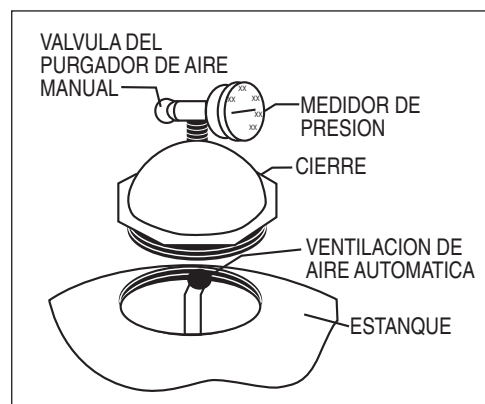

Figura 1.
10. Pivotee el difusor fuera del centro del estanque en los TR40, 50, 60, TR60 ClearPro, 100 y 140 rotando el conjunto del difusor en el sentido contrario en que giran las manillas del reloj. (**AVISO:** El conjunto del multidifusor no se debe mover en los modelos TR100HD, TR100C, TR100C-3 y TR140C, TR140C-3. Después de instalar el material del filtro tal como se ha descrito a continuación revise para verificar que las partes superiores de los difusores estén paralelas con la parte superior de la capa de arena.) Llene el estanque con agua hasta alrededor de la mitad. Vacíe gravilla primero (si se va a usar) y luego arena en la parte superior del filtro lentamente de modo que el impacto del material del filtro no dañe los laterales. Vea la información en la Tabla 2 en este manual para verificar la cantidad de arena y grava adecuada. Llene el filtro al nivel adecuado para mantener el espacio libre (vea la Tabla 2). Pivotee el conjunto del difusor de nuevo a su posición vertical si es que se movió. Asegúrese que la ventilación de aire automática está sobresaliéndose en la parte superior del cierre tal como se indica a continuación en la Figura 1. Asegúrese que la ventilación de aire automática está en el centro del cierre del filtro. Lave toda la arena alrededor de la abertura roscada en la parte superior del estanque.